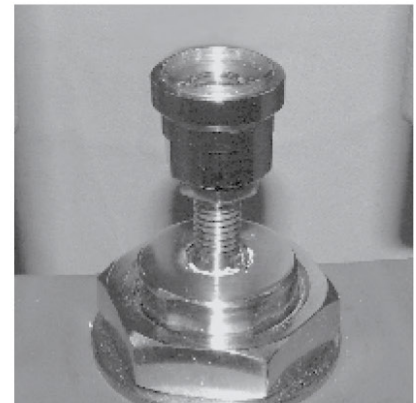

Fig. 17
- Dévisser l'écrou de blocage de l'actionneur (25), et visser le connecteur (10) complètement dans la tige.
- Dévisser l'écrou de blocage de tige de vanne sur l'adaptateur (11).
- Positionner l'adaptateur de manière à ce que seulement 8 mm du filetage de la tige de vanne soit engagé. (voir Fig. 17 et 18)